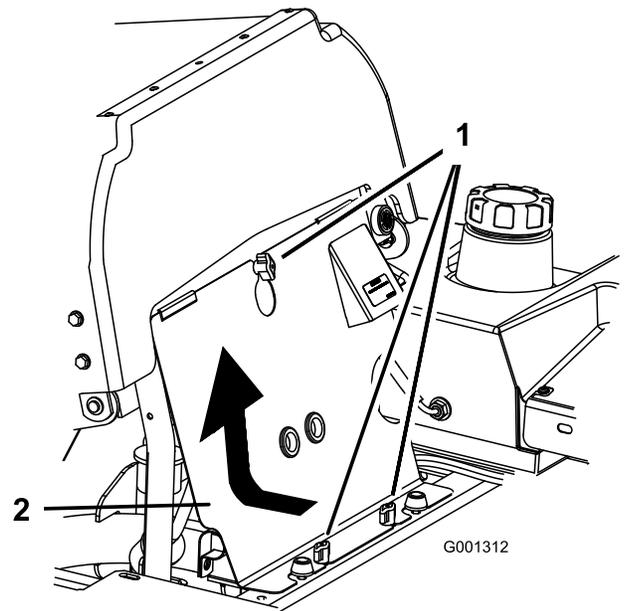

Figura 67
1. Inclíne el asiento hacia adelante y retire el panel delantero del motor (Figura 67).